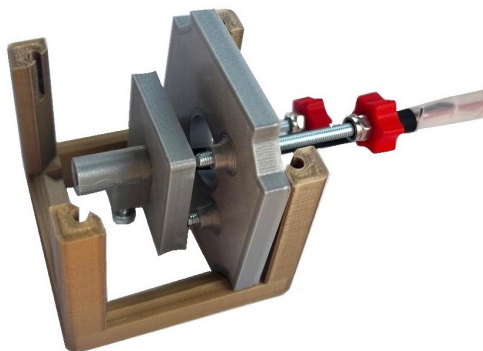

Abb. 24: In den Würfeldeckel eingesetzter Justageeinsatz mit LED
- (30) Ziehen Sie das Kabel der LED von innen aus dem Würfel heraus durch das vorgesehene Loch und befestigen Sie die LED-Platte mit den Kugeln auf den Schrauben (Abbildung 24).